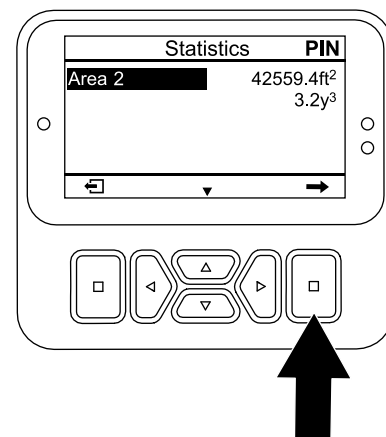

Figura 100
2. No ecrã STATISTICS, prima o botão baixo até a opção AREA 2 estar seleccionada (Figura 100).